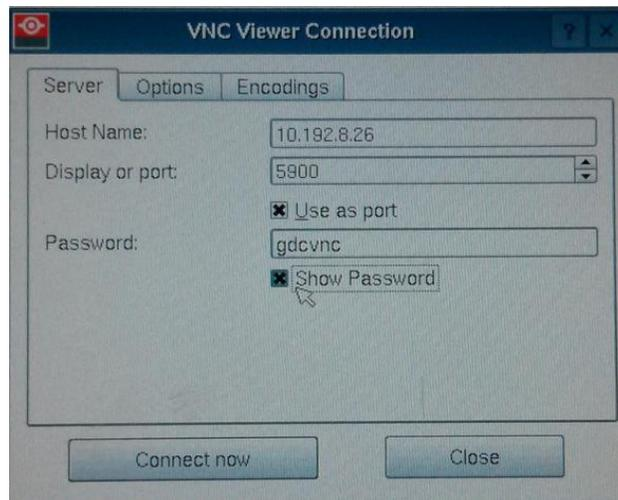

Figura 40 Configuración del touch panel BARCO [VNC Viewer conexión].
2. Introduzca la dirección IP SOM del SX-3000 en el campo "Nombre de Host". Los demás campos se deben llenar con la información siguiente (consulte la Figura 40):